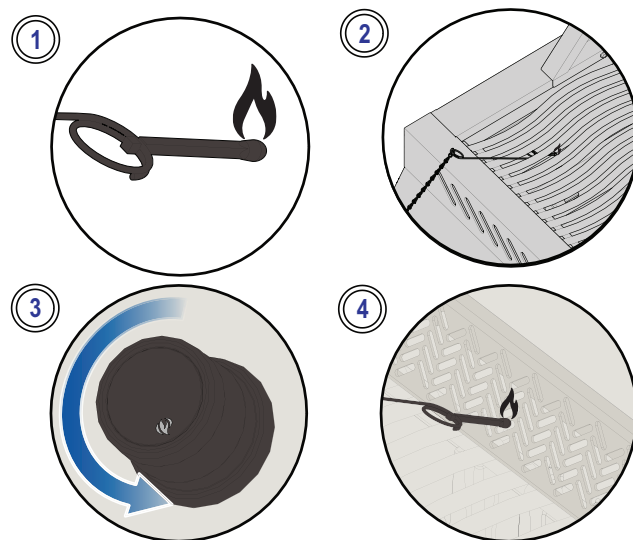

Fig. 3
3. Mens du drejer den tilsvarende brænderknap til høj. **(Fig. 3).**